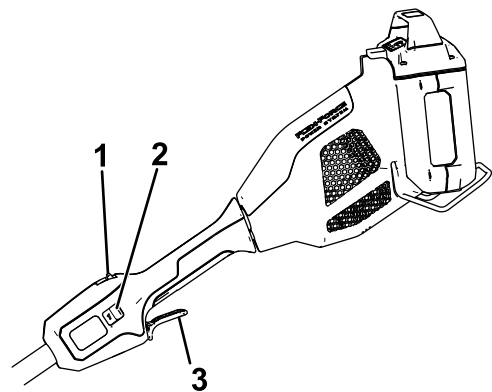

Figura 6
4. Para arrancar el accesorio, presione el botón de bloqueo y apriete el gatillo de accionamiento (Figura 6).
Para apagar la motoazada, suelte el gatillo de accionamiento (Figura 6). Espere al menos 5 segundos para que las fresas dejen de girar.